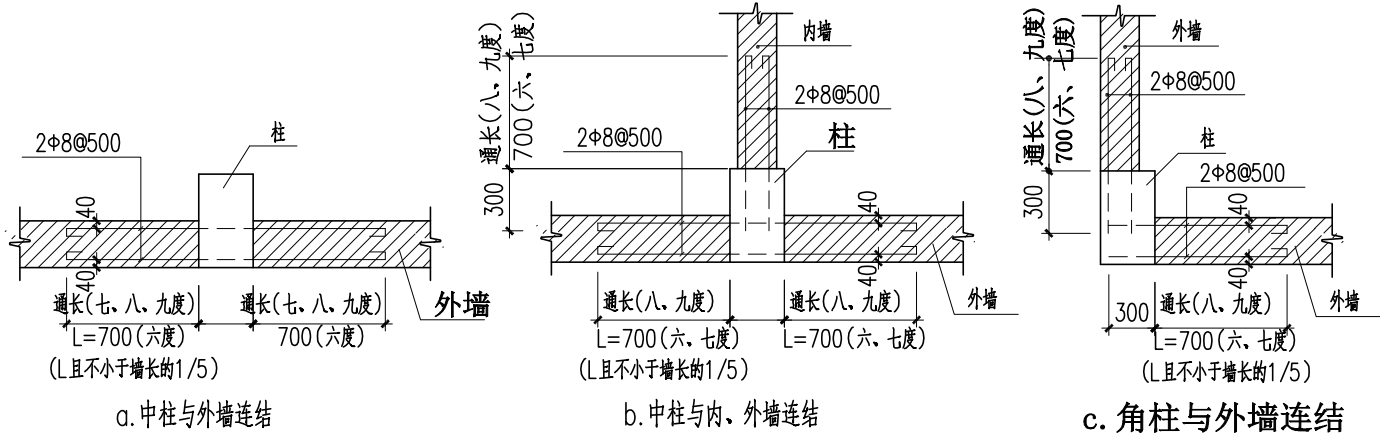

图 22 砖墙与柱拉结做法
- 02 框架当采用砌体作填充墙时，应在框架柱与填充墙的交接处，沿高度每隔 500，用 2Φ8 钢筋与柱拉结。钢筋由柱的每边伸出，进入墙体内的长度如图 22 示。